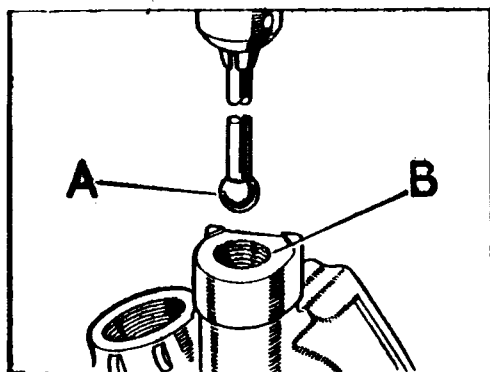

Fig. A1-92 Util para el esmerilado del asiento de válvula
2.7. Se comprobará el asiento de la bola de la válvula y si fuese necesario, se esmerilará utilizando una herramienta similar a la que se indica en la Fig. A1-92.